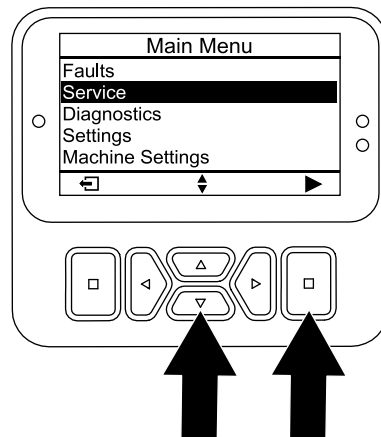

Figura 95
4. Premete il pulsante Giù fino a quando non viene selezionata l'opzione MANUTENZIONE, quindi premete il pulsante Invio (Figura 95).